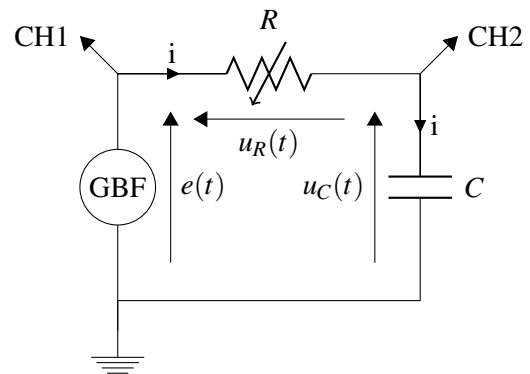

Figure 7: Circuit RC alimenté par un GBF et lié à un oscilloscope
- Réaliser le montage de la figure 7, en utilisant une résistance variable R_v ($\times 100 \Omega$) et un condensateur de capacité $1 \mu\text{F}$.
- Dans le montage de la figure 7 relier en série un deuxième condensateur de capacité C_x inconnue. Voir figure ci-dessous: